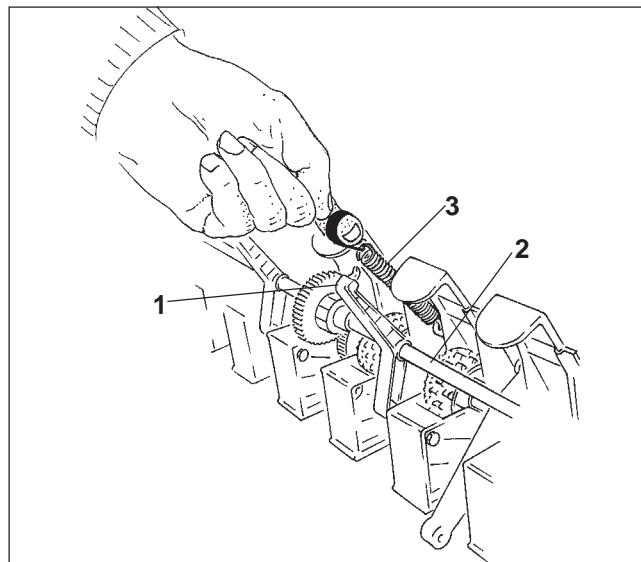

Рис. 7.20
- Поворотный кронштейн (Рис. 7.20/1) промежуточного вала (Рис. 7.20/1) прикреплен пружиной к механизму переключения высевающей катушки-технической колеи (при наличии).